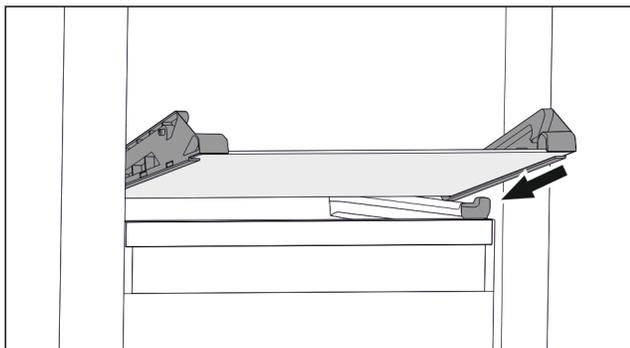

Fig. 108 Tablette en verre du tiroir basculable
- ▶ Placer la tablette en verre, en l'inclinant, derrière les butées. (voir Fig. 108)